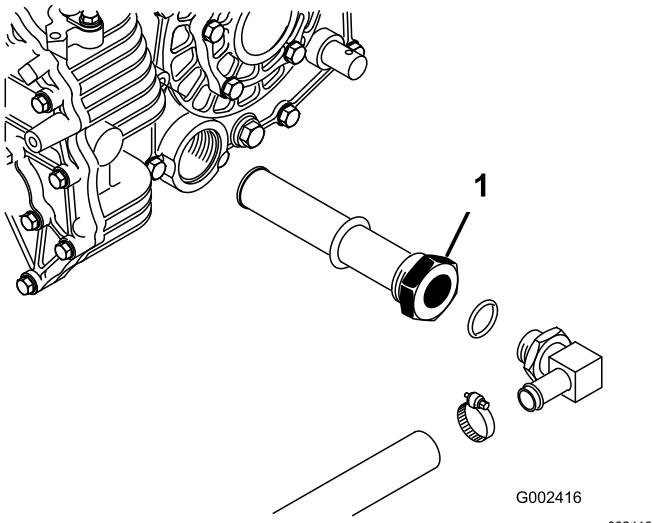

Figure 67
- Notez l'orientation du flexible hydraulique et du raccord à 90° raccordé à la crête sur le côté du réservoir (Figure 67).